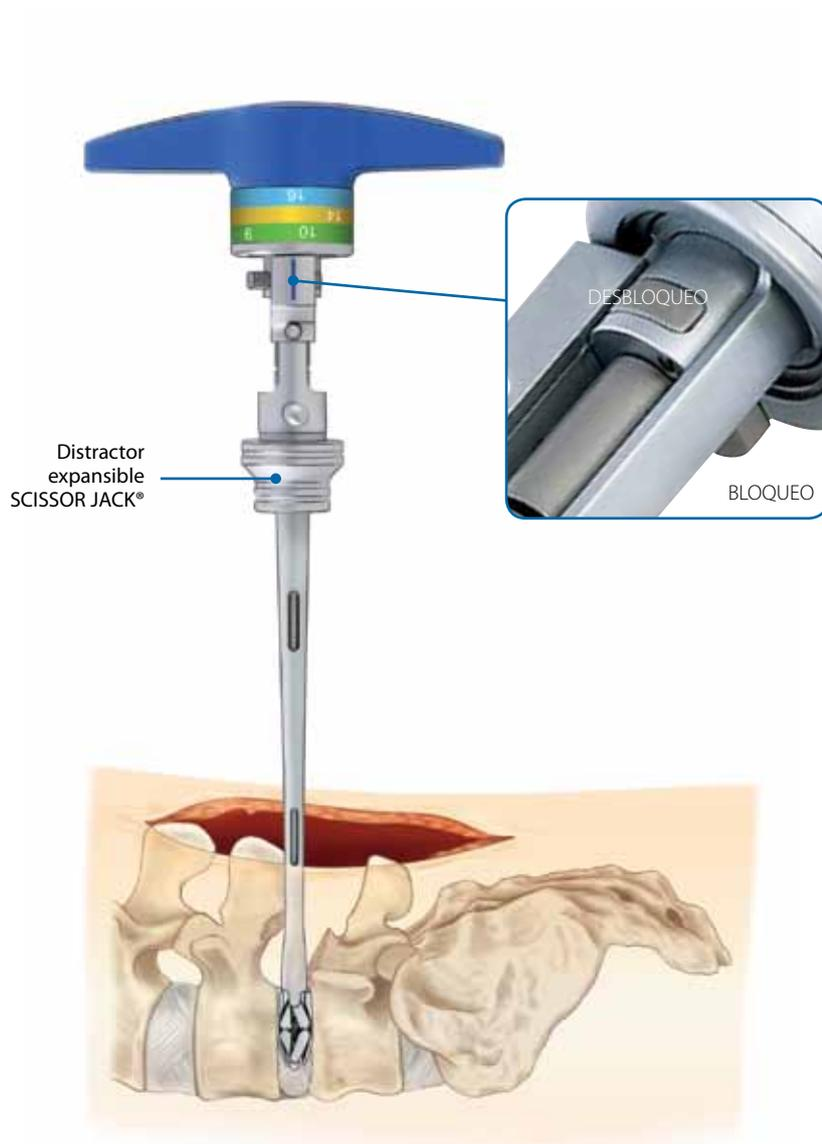

Figura 3
- » Si usa el distractor SCISSOR JACK®, pulse el botón de bloqueo del mango para evitar que se separe del vástago. Gire el mango hasta que la altura de distracción deseada alcance la línea azul (Figura 3).